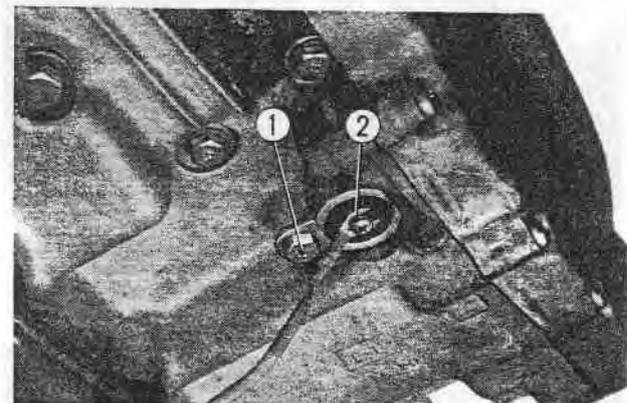

Fig. 16-26 ① Boulon de fixation
- Dévisser du carter inférieur la vis de fixation et sortir le contacteur. (Fig. 16-26)